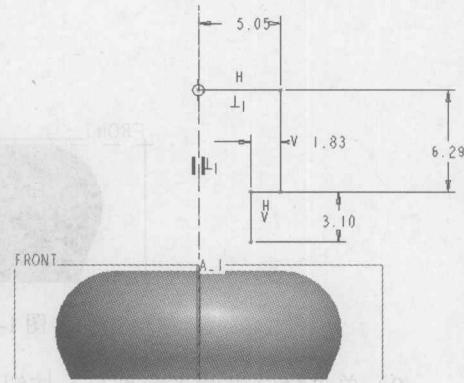

图 1-11 草绘
- 5) 单击 (中心线) 按钮, 绘制一根中心线, 接着单击 (线) 按钮, 绘制如图 1-11 所示的图形。